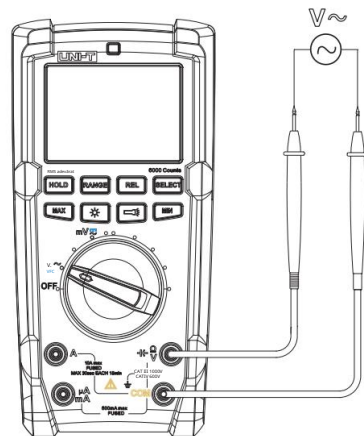

Figura 3
9.1 Măsurarea tensiunii AC (vezi Figura 3)